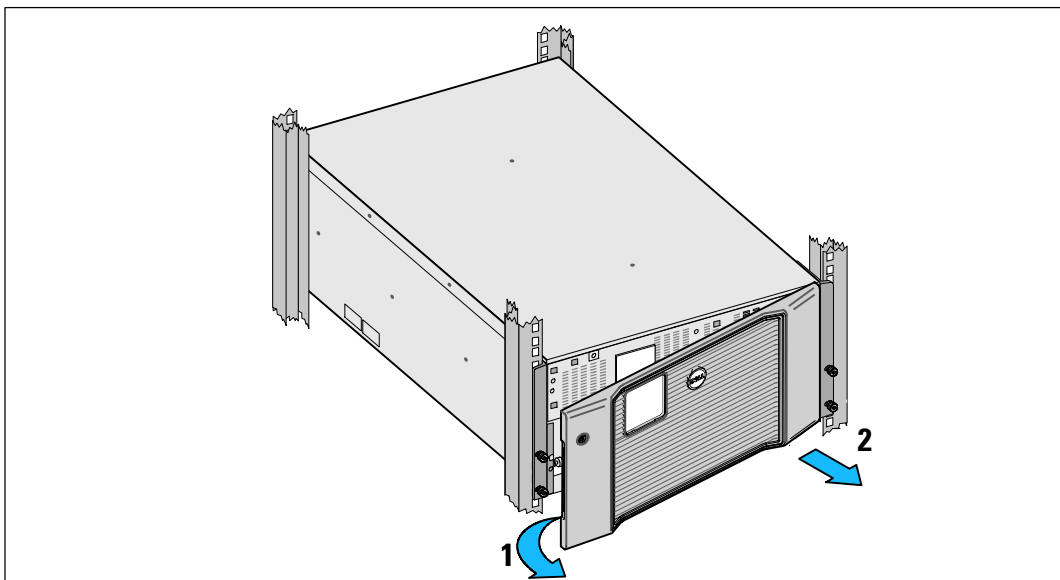

図 38. UPSのフロントカバーの取り外し方法
**1** UPSのフロントカバーを取り外します (図 38を参照) :